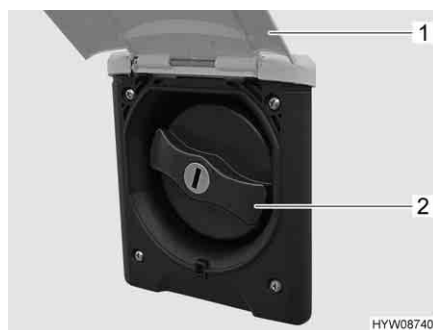

Fig. 89 Coperchio per bocchettone di riempimento dell'acqua potabile
- Sollevare lo sportello esterno (Fig. 89,1).
- Ruotare il coperchio blu (Fig. 89,2) di un quarto di giro.